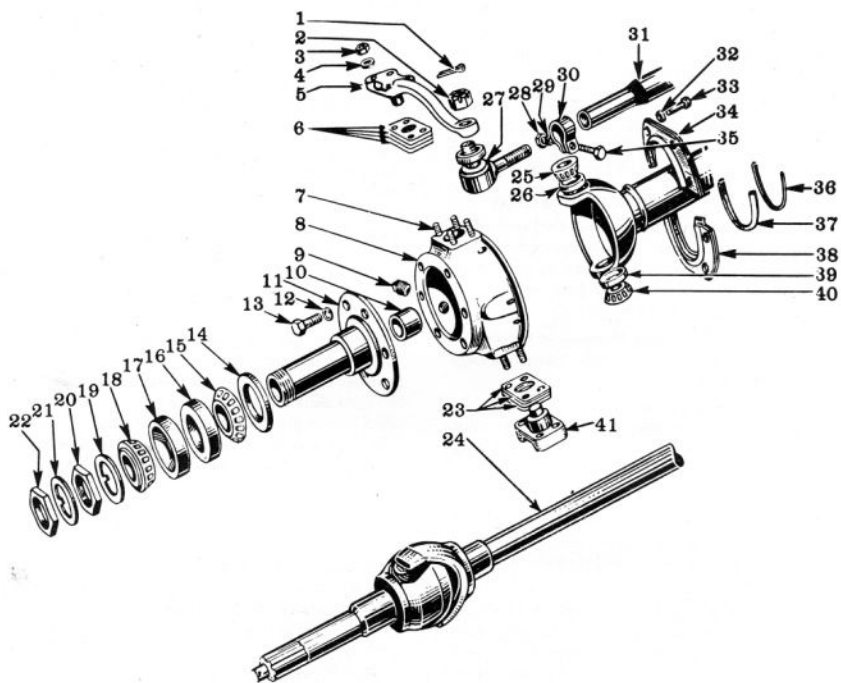

FIGURE 2.—Pont avant, pivot de fusée et roulements de roue (joints de cardan Bendix).
7. Enlever les écrous des roulements du moyeu et les rondelles Nos. 19, 20, 21, 22 (voir fig. 2).
11. L'ensemble complet de l'arbre de pont avant et de l'articulation à cardan (voir No. 24, fig. 2) peut alors être retiré du carter du pont.